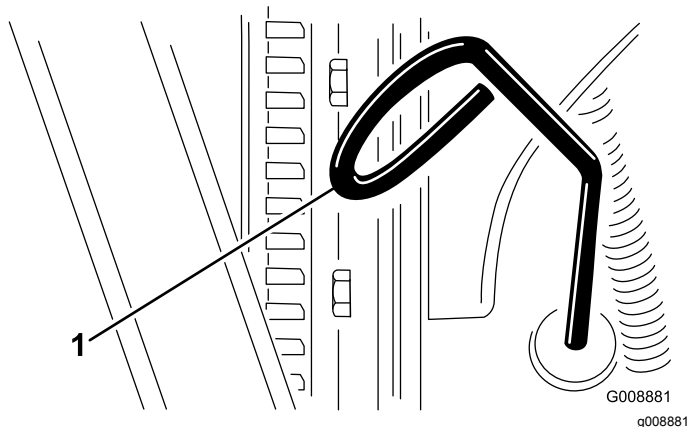

Figure 20
3. Retirez la jauge, essuyez-la sur un chiffon et remettez-la en place (Figure 20).